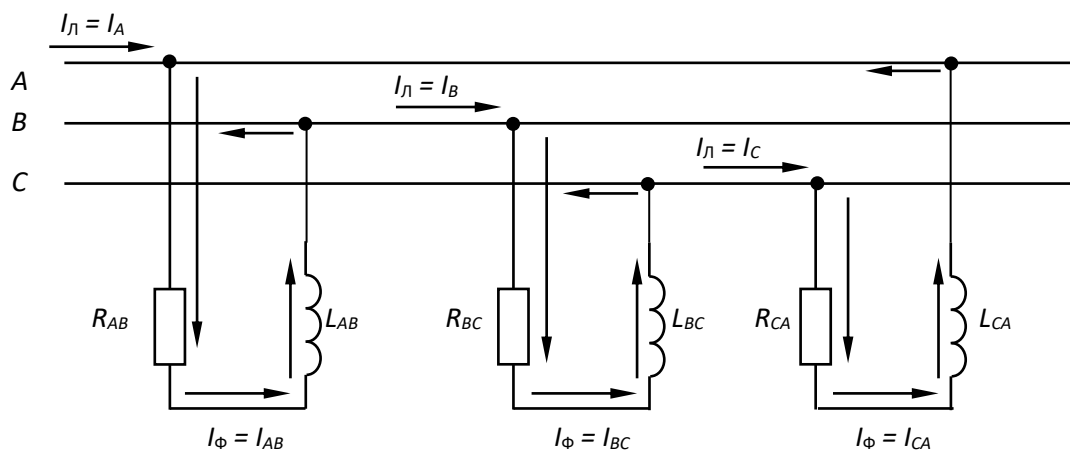

Рис. 1.41
1. Чертим схему подключения нагрузки (рис. 1.41)